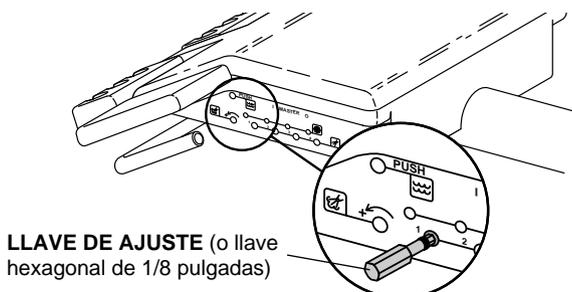

Figura 7. Control del flujo del agua de refrigeración
Los controles del flujo del agua de refrigeración se utilizan para ajustar el flujo del agua de refrigeración de **todas** las piezas de mano (véase la figura 7).
Necesitará una llave de ajuste (véase la figura 7) o una llave hexagonal de 1/8 pulgadas para realizar este ajuste.
2. Localice los controles del flujo del agua de refrigeración (véase la figura 7).